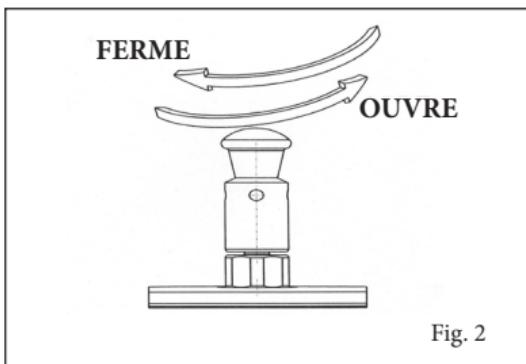

Fig. 2
- Soupape de fonctionnement du type à poids avec fonctionnement à pression (Fig. 2)
Avant d'utiliser l'autocuiseur pour la première fois, le laver soigneusement, se souvenant de ne pas laver le couvercle dans le lave-vaisselle, mais sous l'eau courante. Pour laver la soupape de fonctionnement, dévisser sa partie mobile en la tournant dans le sens antihoraire et en la soulevant pour la retirer de son support fixé sur le couvercle (Fig. 2).
Ne toucher que la partie en plastique pour éviter des brûlures (Fig. 2).
Laisser refroidir la marmite et décharger complètement le vapeur ouvrant la soupape de fonctionnement (voir la figure 2).